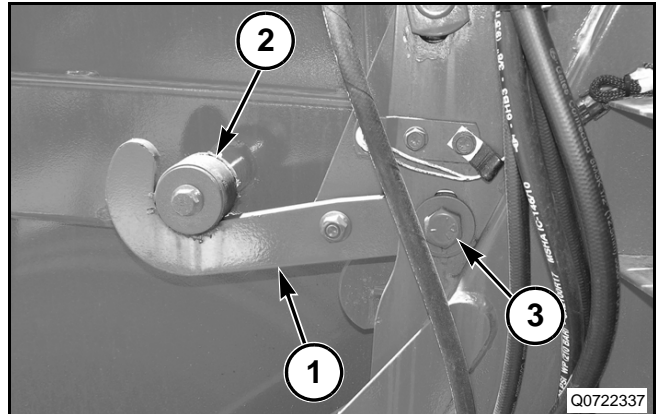

FIG. 75
FIG. 75: Revise el pestillo de la compuerta trasera (1) a ambos lados de la enfardadora. Cuando la compuerta trasera se cierra, el pestillo debe asentarse firmemente en el pasador (2).